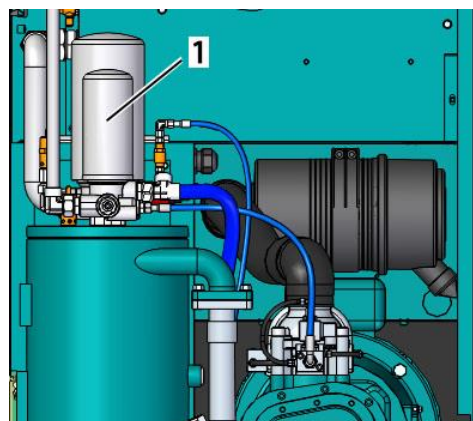

图 38：取下油过滤器
5. 用皮带扳手松开并拆下旧的油过滤器(图38/1)。
8. 安装新的油过滤器(图 38/1)。
9. 用手将新的油过滤器(图38/1)定位后扭转半圈。